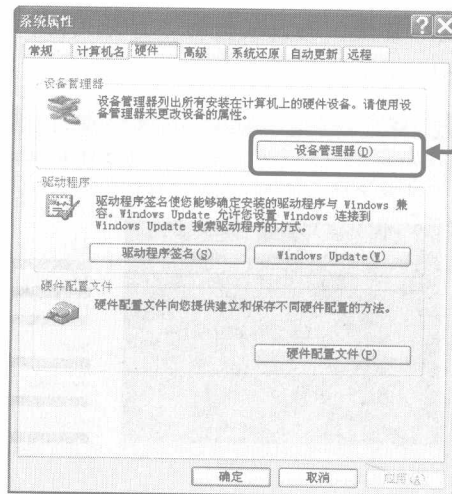

图 1-11
- ⑪ 随即弹出【系统属性】对话框，切换到【硬件】选项卡中，如图 1-11 所示，然后单击 **设备管理器(D)** 按钮。